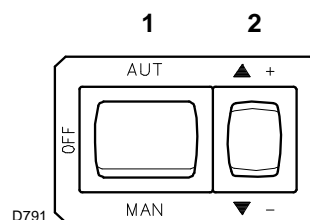
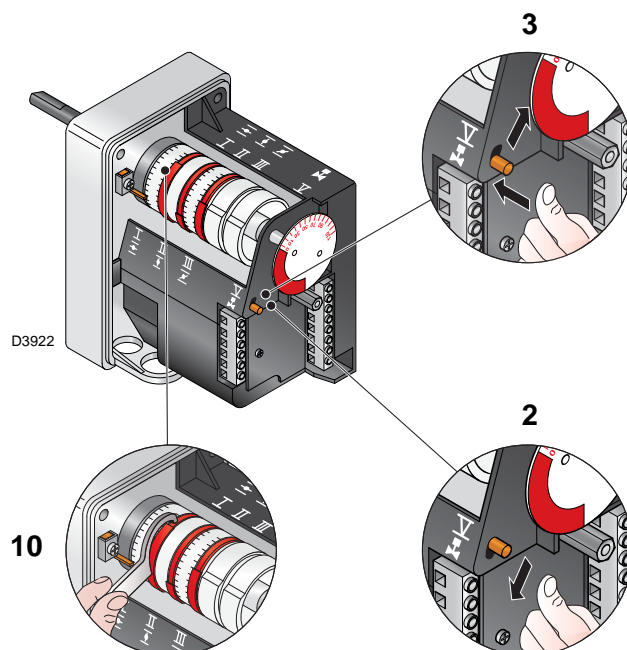

图 28
图 32
闭合温控器 / 压力开关，旋转开关至“手动”位置（图 28）。
按下“增大出力”按钮 2) (图 28) 并保持，直至伺服马达开启风门挡板和燃气蝶阀。
按下“降低出力”按钮 2)(图 28)并保持，直至伺服马达关闭风门挡板，同时将燃气蝶阀关闭至 15° 角（此为工厂设定值）。
- 如需减小供气量，可依次逐步减小伺服马达凸轮 III（图 32）的角度（如从 15° 调至 13°，再调至 11°.....）。
- 如需增加供气量，轻轻按下“增大出力”按钮 2) 第 25 页图 28（增大蝶阀角度 10-15°），依次逐渐增大凸轮 III（图 32）的角度（如从 15° 增至 17°，再增至 19°.....）。
对凸轮 III 所进行的任何必要调整，尤其是微调，都必须使用专用工具 10)(图 32)。
图例 (图 32)